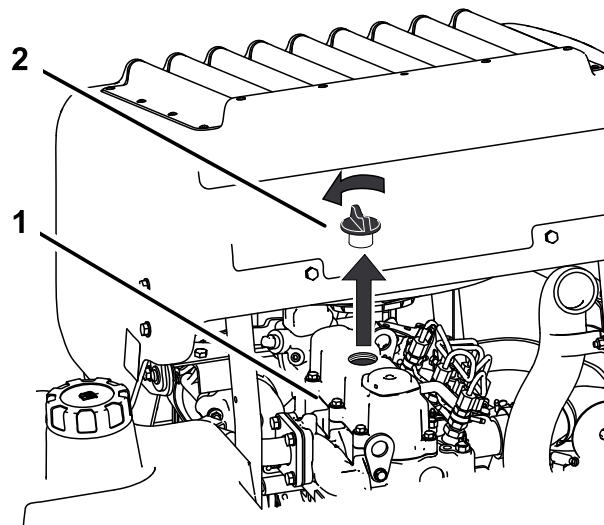

Figure 38
- Retirez le bouchon de remplissage d'huile en haut du moteur (Figure 38). Cela facilitera la vidange de l'huile.
2. Retirez le bouchon de remplissage et la jauge (Figure 38).